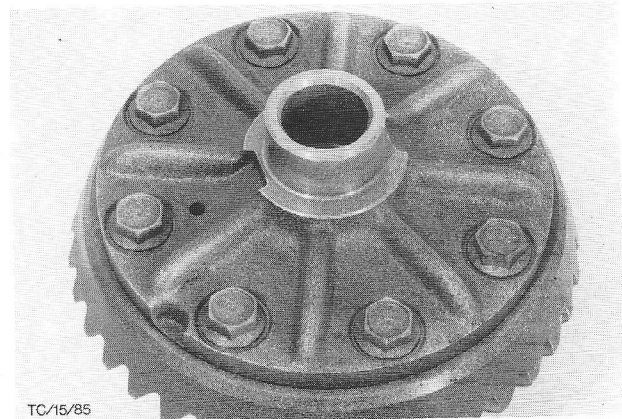

Fig.29 Bevestiging van het kroonwiel op het satellietenhuis.
9. Draai de kroonwielbouten uit het huis (8 bouten) en neem het kroonwiel van het satellietenhuis (fig.29).